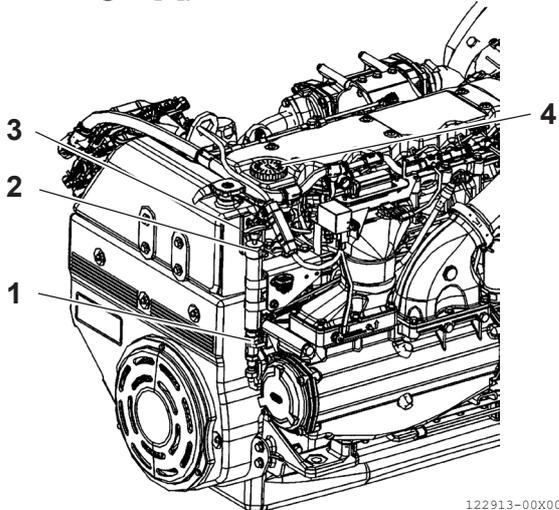

Abbildung 7
- Stellen Sie einen Behälter unter die Handpumpe (**Abbildung 7, [3]**) am Auslassrohr (**Abbildung 7, [2]**), um das verbrauchte Öl aufzufangen.
- Öffnen Sie den Absaughahn, indem Sie den Hebel (**Abbildung 7, [1]**) in die vertikale Position stellen.
- Lösen Sie den Öleinfüllstopfen (**Abbildung 7, [4]**) und betätigen Sie die Handpumpe (**Abbildung 7, [3]**), um das Öl herauszuziehen, bis der Ölsumpf vollständig leer ist.
- Vergewissern Sie sich mithilfe des Peilstabs (**Abbildung 7, [4]**), dass der Ölstand zwischen den Markierungen „Min“ und „Max“ liegt.
- Schließen Sie den Hahn, indem Sie den Hebel (**Abbildung 7, [1]**) in die horizontale Position stellen.